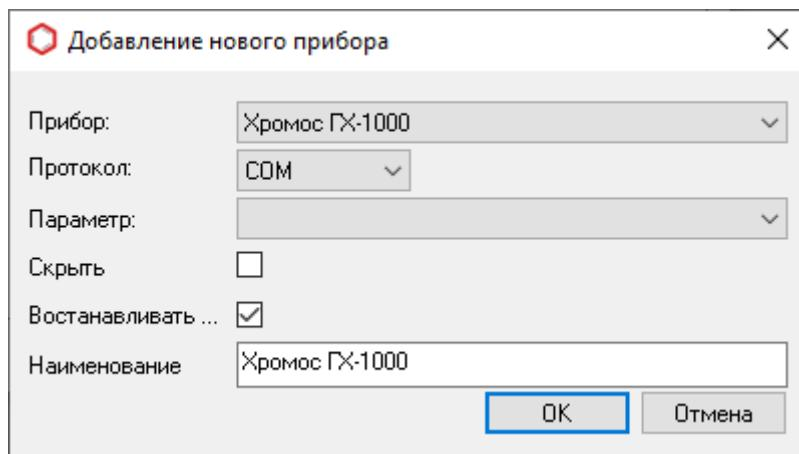

Рис. 19: Окно «Добавление нового прибора»
- Чтобы добавить прибор, нажмите **Добавить**. Откроется окно *Добавление нового прибора* (Рис. 19):